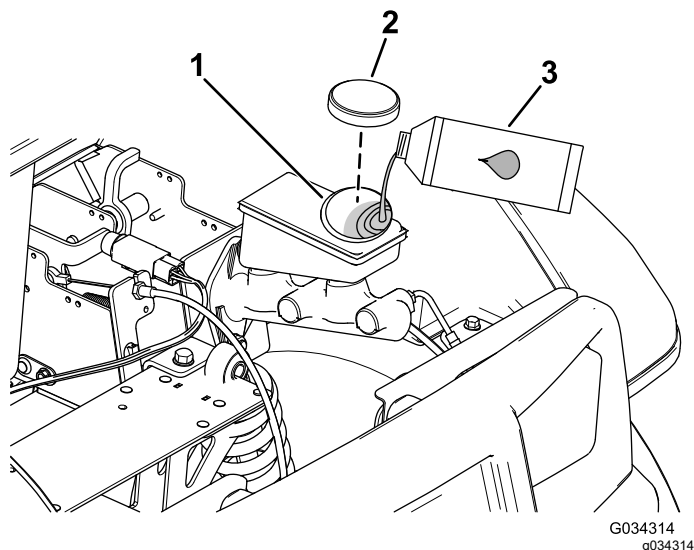

Bild 56
2. Heben Sie die Haube an, um den Hauptbremszylinder und den Behälter zugänglich zu machen (Bild 56).
- A. Reinigen Sie den Bereich um den Behälterdeckel und nehmen den Deckel ab (Bild 56).
- C. Schrauben Sie den Behälterdeckel wieder auf (Bild 56).